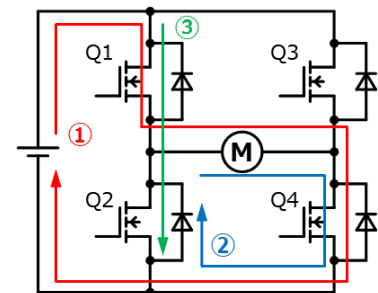

図 4-5 インバータ回路例
2) 図 4-5 は MOSFET を使ったインバータ回路例です。